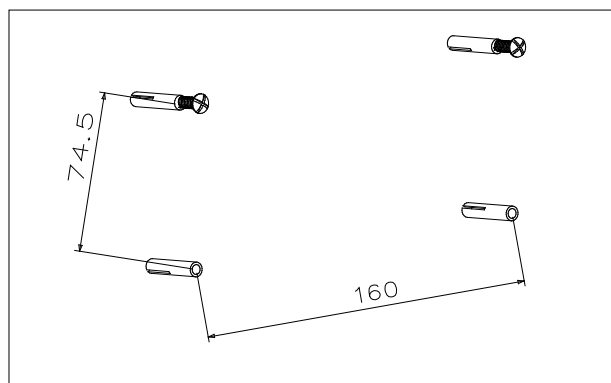

Fig. 3
- Markera fästpunkter för väggfästen på väggen, borra hålen enligt markeringarna och sätt i skruvpluggar som medföljer (bild 3).
- Mark hole positions for the brackets onto the wall, then drill holes to the marked positions and insert the provided wall plugs (fig. 3).